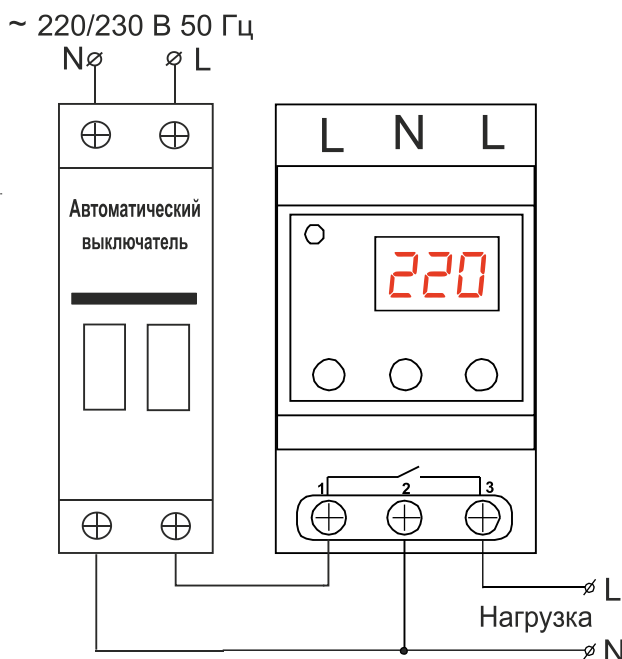

Рисунок 2 – Схема подключения РН-104/106
3.3 Отключить АВ и подключить защищаемое оборудование к контактам 2,3 (рис. 2) РН-104/106.